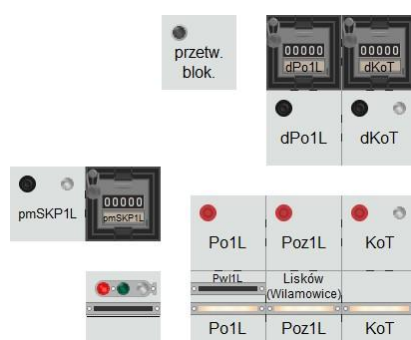

图 2.3.11 C 型【带 Skp（列尾报告岗）的双向式】半自动闭塞指示灯及其控制按钮和信号机表示器
**Po** 与 **Ko** 闭塞装置通过联锁机制，确保前一列车在抵达邻站前，禁止后续列车发车：闭锁 **Po** 装置代表确认列车已发车进入闭塞线路，**Ko** 装置闭锁则代表离开闭塞线路进入下站。当出站信号机开放（进路锁闭）后，**Pw1**（区间占用）指示灯亮起，线性互锁继电器激活（在 **Po** 闭塞块闭锁前，禁止重复开放信号）。**Poz** 闭塞块则用于判定双向运行线路上哪个站点拥有发车优先权。各闭塞块在控制台的状态，通过红/白双色指示灯显示（图 2.3.11）：**Po/Ko** 闭塞块显示白灯，表示二者均处于正常待机状态；**Poz** 装置呈现白灯，则表示已获得向此闭塞线路发车的许可。